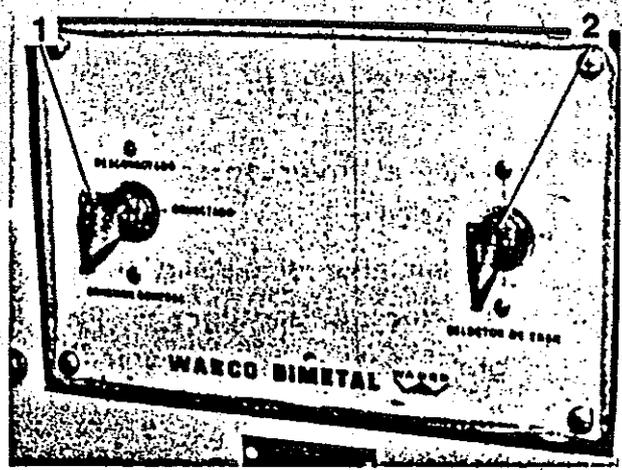

Figura 13 Cuadro de conexión principal ASFA en el armario de conexión principal CP
- Conectar interruptor principal ASFA (Figura 13/1) y ajustar el tipo de tren en el selector correspondiente (Figura 13/2)